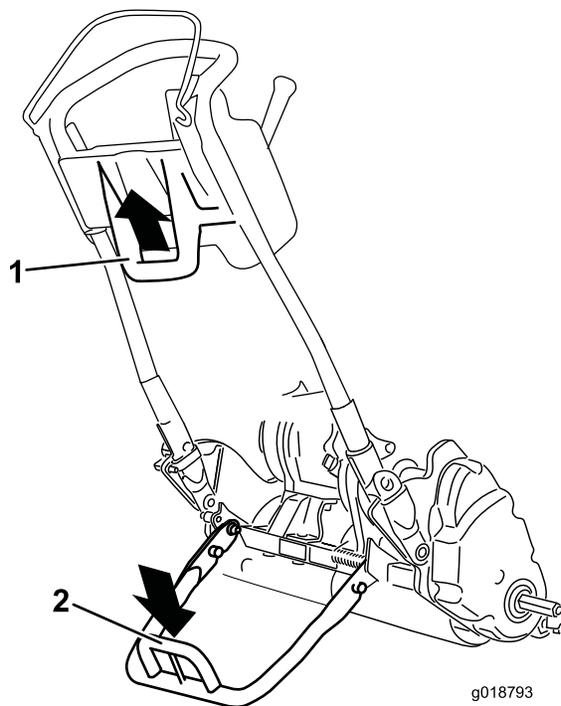

Рисунок 22
- Чтобы использовать откидную опору для монтажа ходовых колес, опустите ее на землю и наступите на скобу откидной опоры, вытягивая вверх и назад нижнюю среднюю рукоятку (Рисунок 22).